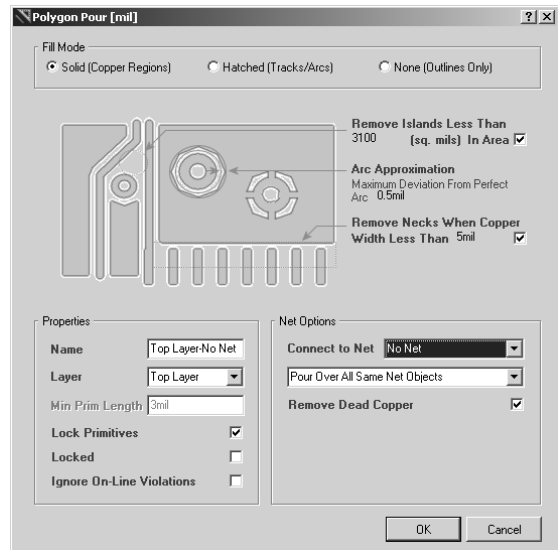

Bild 23-1 Polygon-Einstellungen
3. Die Eigenschaften des Polygons sind gemäss Bild 23-1 einzustellen.